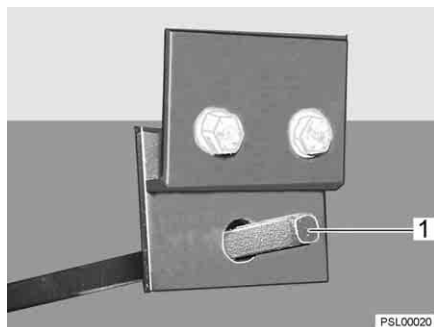

Fig. 47 Accessoire d'utilisation du robinet d'évacuation des eaux usées
- Insérer la clé sur la vis à quatre pans (Fig. 47,1).